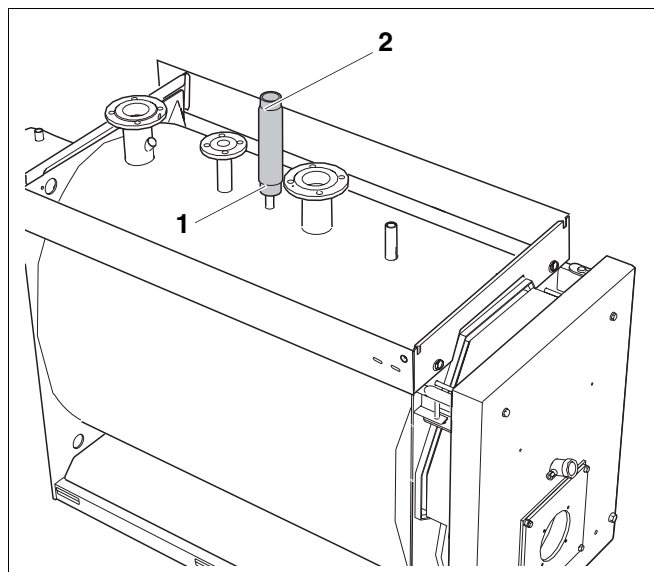

Рис. 16 Установка предохранительного устройства контроля количества воды
- Установить на отопительном котле в муфту 2" (рис. 16, поз. 1) трубу для предохранительного устройства контроля количества воды (рис. 16, поз. 2) с уплотнением.
- Установить предохранительное устройство контроля количества воды (дополнительный заказ) в предназначенную для него трубу (рис. 16, поз. 2).